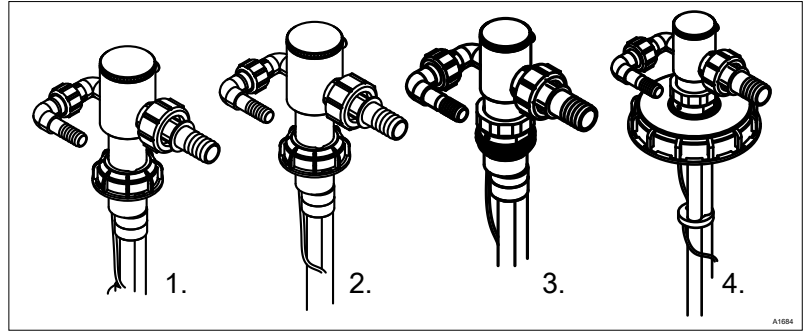

Fig. 2: Tapón de la lanza de aspiración universal
9. ➔ Puede enroscar los tapones de la lanza de aspiración universal en el recipiente, o bien enroscar la lanza de aspiración universal en la boca del recipiente existente, véase Fig. 2.